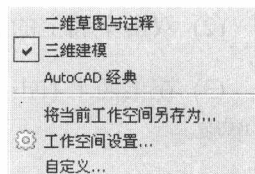

图 1.7 工作空间选择菜单
(2) 单击状态栏中“工作空间设置...”按钮 , 在弹出的菜单中选择相应的命令, 如图 1.7 所示。